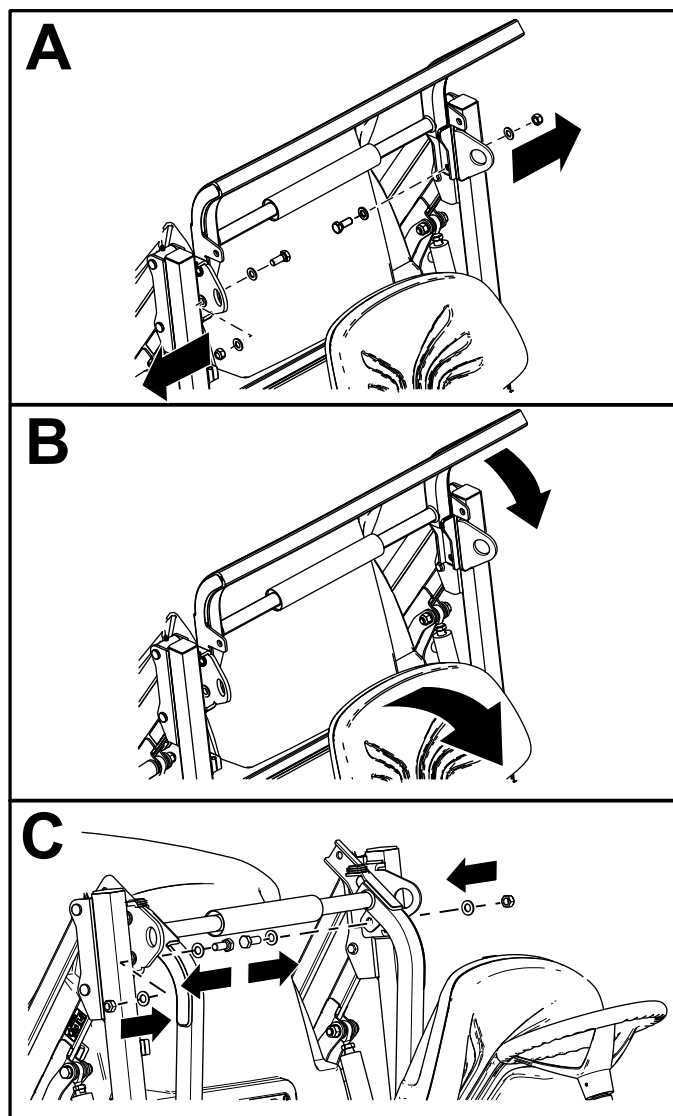

Figure 18
4. Retirez les écrous, les boulons et les rondelles (Figure 18).
6. Abaissez l'arceau de sécurité et fixez-le en position avec les écrous, les boulons et les rondelles (Figure 18).
5. Retirez les écrous, les boulons et les rondelles de l'arceau de sécurité (Figure 18).
6. Relevez l'arceau de sécurité et fixez-le en position avec les écrous, boulons et rondelles (Figure 18).
Remarque: Pour déployer l'arceau de sécurité, suivez les instructions de la Figure 18 en ordre inverse.